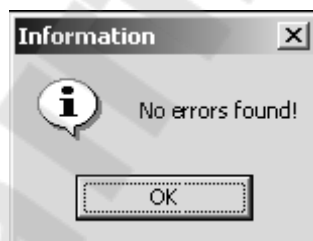

Рис.1.7. Интерфейс сообщения Information
- 7) Проверка: кнопка Validate Symbol на панели системных команд. При наличии ошибок необходимо их исправить. Если ошибок нет, то появится сообщение, показанное на рис. 1.7.